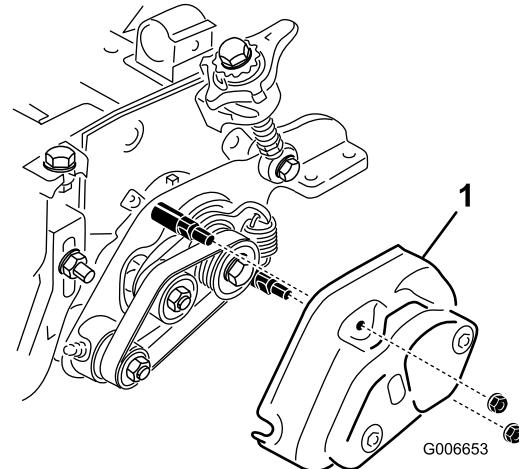

Bild 13
24. Montieren Sie die Groomerabdeckung und befestigen Sie diese mit zwei Bundmuttern (5/16") (**Bild 13**).